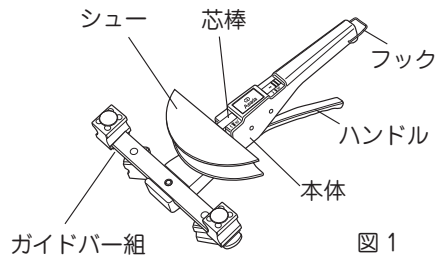

図1
- ① 使用する管に適したガイドバー組を本体先端の溝にはめ込み、蝶ボルトで固定します。(図1)
- ② シューを本体の芯棒に取付けます。(図1)
- ③ ハンドルを握ってフックを外してください。(図1)